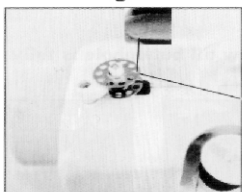

Fig. 14
4. Presione la bobina a la izquierda. (Fig.14).